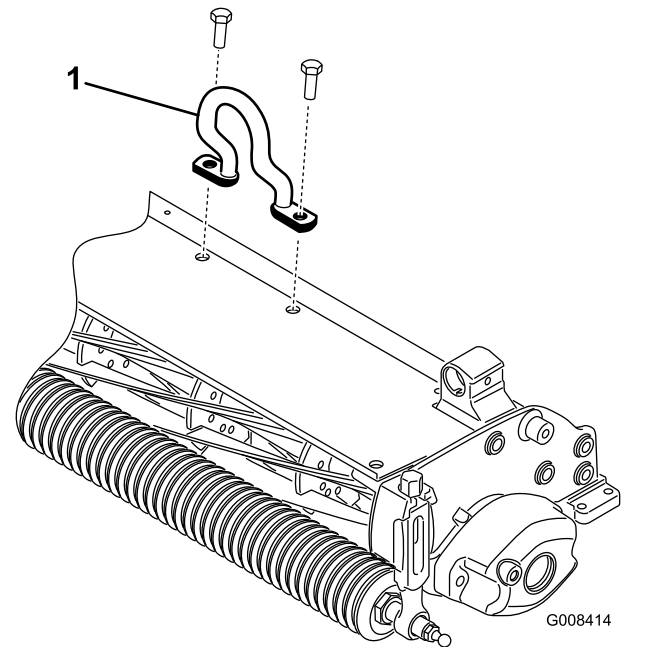

Figura 6
- Instale la brida acodada (Figura 6) en la parte superior de la unidad escarificadora con 2 tornillos.